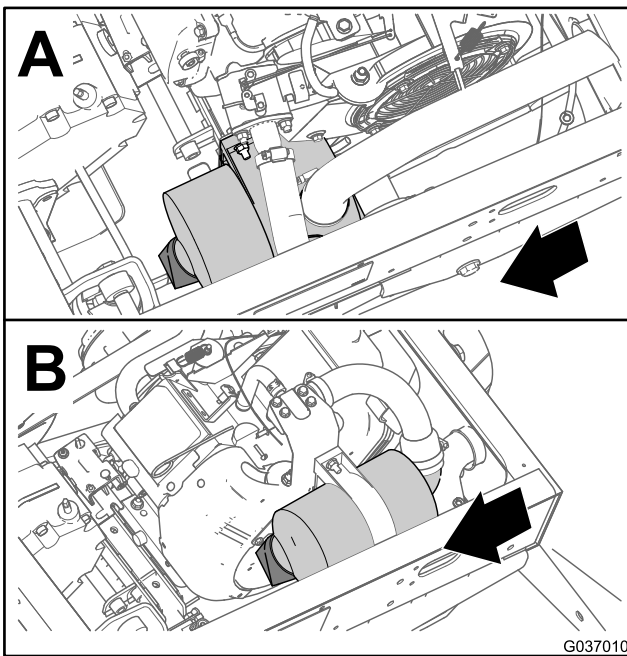
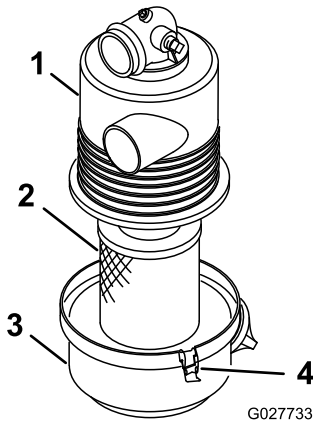

Figura 29
Figura 30
2. Verifique se existe algum dano no corpo do filtro de ar que possa provocar uma fuga de ar (**Figura 29** e **Figura 30**).
3. Insira o elemento do filtro de ar na caixa do filtro (Figura 30).
4. Alinhe a cobertura do filtro do ar com a caixa (Figura 30).
5. Prenda a cobertura à caixa com as patilhas (Figura 30).
3. Liberte os trincos que fixam a cobertura do filtro de ar à respetiva caixa (Figura 30).
4. Separe a cobertura do filtro de ar da caixa e limpe o interior da cobertura (Figura 30).